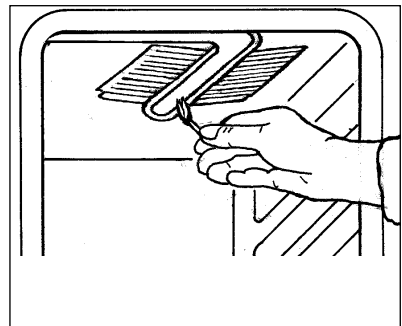

fig. 6
- Se deschide ușa cuptorului și se montează paravanul protector "A" (fig. 6).
- Se apropie flacăra unui chibrit sau un aprinzător (fig. 6).